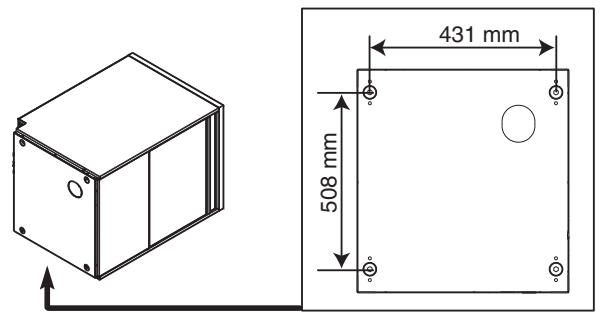

Fig. 7
- Borra upp 4 genomgående hål med diameter $\varnothing$ 9 mm i bänkskivan, respektera de avstånd som specificeras i Fig. 7.